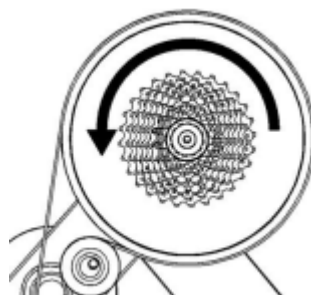
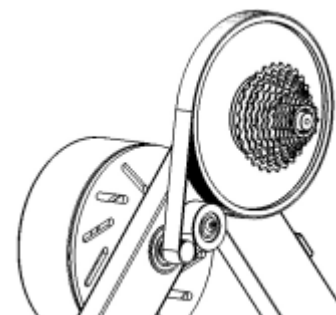

FIG 19
FIG 20
Inicialmente certificar-se que o calço interno do free hub (item 1) está inserido no eixo do SMART TRAINER CYCLOTRONICS. Inserir o conjunto cassete/free hub (item 2). Para inserir o conjunto cassete/free hub deve-se empurrar o conjunto para encaixar no anel dentado no centro da polia, girando no sentido da seta representada na (FIG 19) (sem realizar força em demasia), sentido qual o free hub gira livremente, facilitando o posicionamento e evitando avarias. Ao fim certificar-se que o conjunto adentrou totalmente e está girando livremente no sentido indicado pela seta, e ao girar no sentido contrário da seta ele deve tracionar a polia. Inserir a ponteira do free hub (item 3 - TA0003/TA0031 de acordo com o tipo de eixo), ao fim a montagem deve estar semelhante a FIG 20.